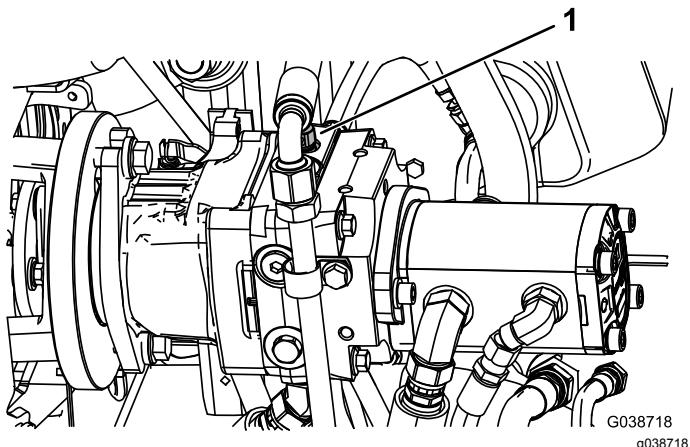

Figura 25
2. Antes de arrancar el motor, cierre la válvula de desvío girándola en sentido horario dos vueltas completas (Figura 25).
1. Localice la válvula de desvío en la bomba y gírela en sentido antihorario dos vueltas completas (Figura 25).